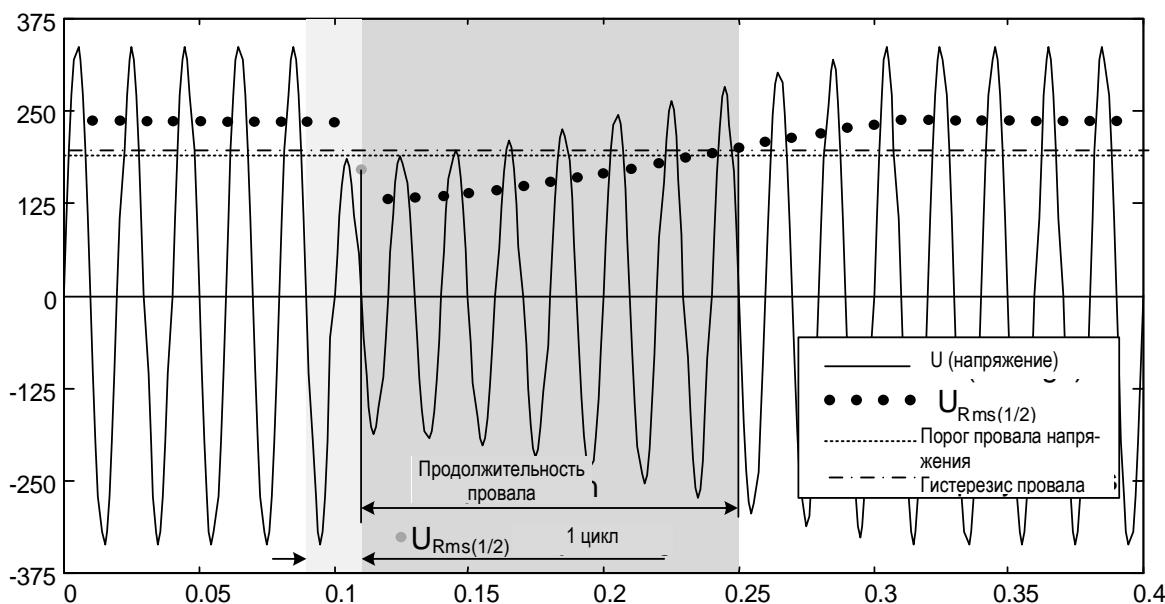
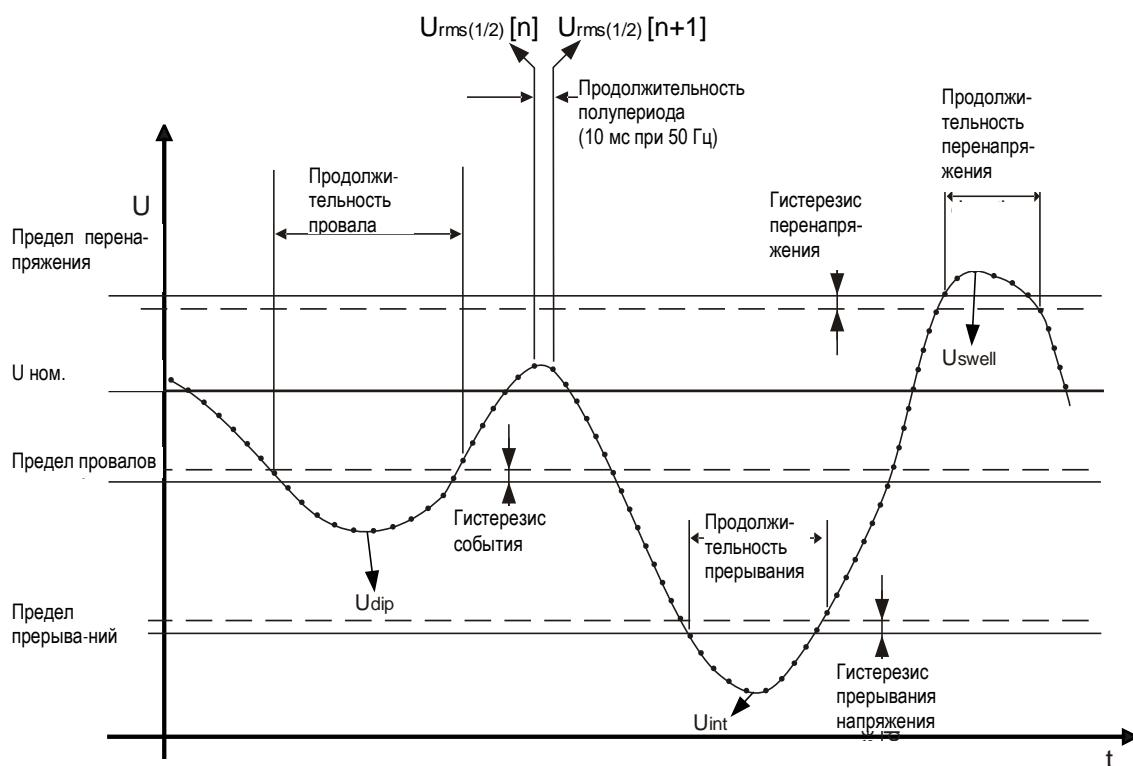

Рисунок 5.9 Измерение $U_{Rms(1/2)}$ за 1 период
Рисунок 5.10 Определение событий, связанных с напряжением
- В однофазных системах (тип подключения 1W) провал напряжения начинается, когда напряжение $U_{Rms(1/2)}$ падает ниже порога провала, и заканчивается, когда напряжение $U_{Rms(1/2)}$ достигает порогового значения провала (с добавкой напряжения гистерезиса) или превышает его (см. Рисунок 5.10 и Рисунок 5.9)..
- В однофазных системах (тип подключения 1W) перенапряжение начинается, когда напряжение $U_{Rms(1/2)}$ превышает порог перенапряжения, и заканчивается, когда напряжение $U_{Rms(1/2)}$ достигает порогового значения перенапряжения (с добавкой напряжения гистерезиса) или становится ниже этого порога (см. Рисунок 5.10 и Рисунок 5.9),
- В однофазных системах (1W) прерывания напряжения начинается, когда напряжение $U_{Rms(1/2)}$ падает ниже порога прерывания напряжения, и заканчивается, когда напряжение $U_{Rms(1/2)}$ достигает порогового значения прерывания напряжения (с добавкой напряжения гистерезиса) или превышает этот порог (см. Рисунок 5.10 и Рисунок 5.9),